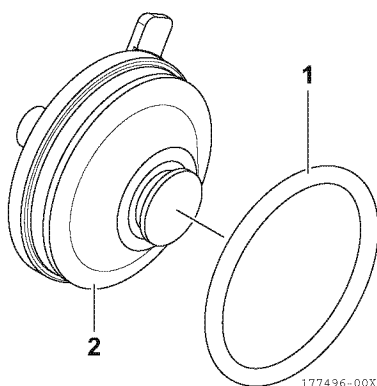

Abbildung 19
10. Etwas Schmieröl auf den neuen O-Ring (1, **Abbildung 19**) auftragen und ihn in den dafür vorgesehenen Schlitz am Deckel (2, **Abbildung 19**) einsetzen.